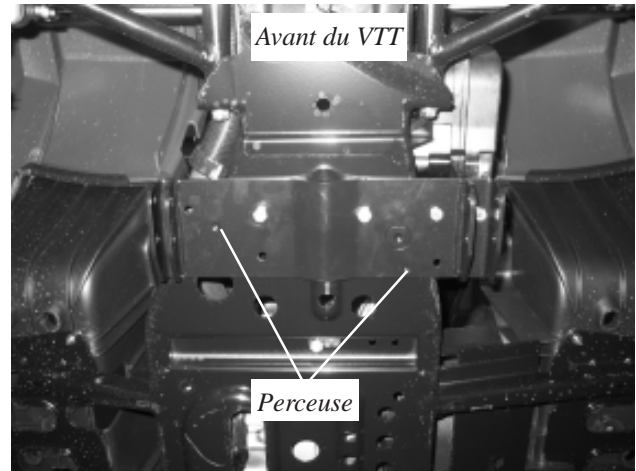

Figure 3
2. Percez les trous indiqués à la figure 3 à l'aide d'une mèche de 1/4 po.